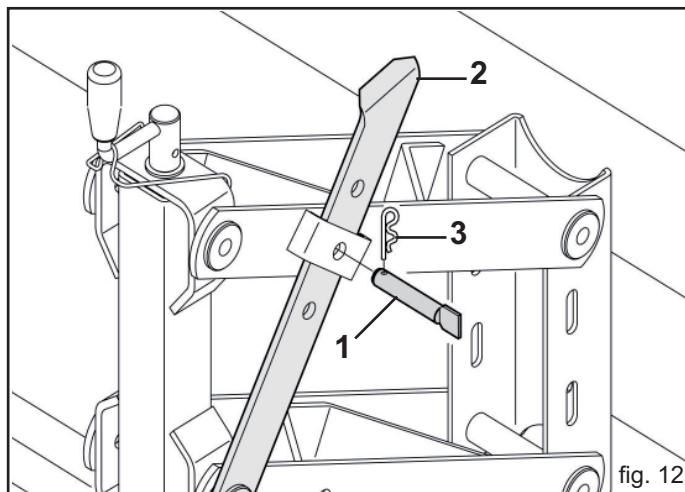

fig. 12
Pentru a exclude un element, ridicați-l și prindeți-l cu știftul din dotare (1) în orificiul central (Fig. 12).